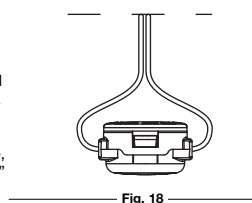

Fig. 18
3. Sujete la perilla del cabezal de corte y haga girar el cabezal de corte hacia la derecha para enrollar la línea en la bobina hasta que salga 5 pulgadas (12.7 cm) por cada lado del cabezal de corte (Fig. 18)
1. Opima fuertemente las orejetas que se encuentran a cada lado del cabezal de corte. (Fig. 18)